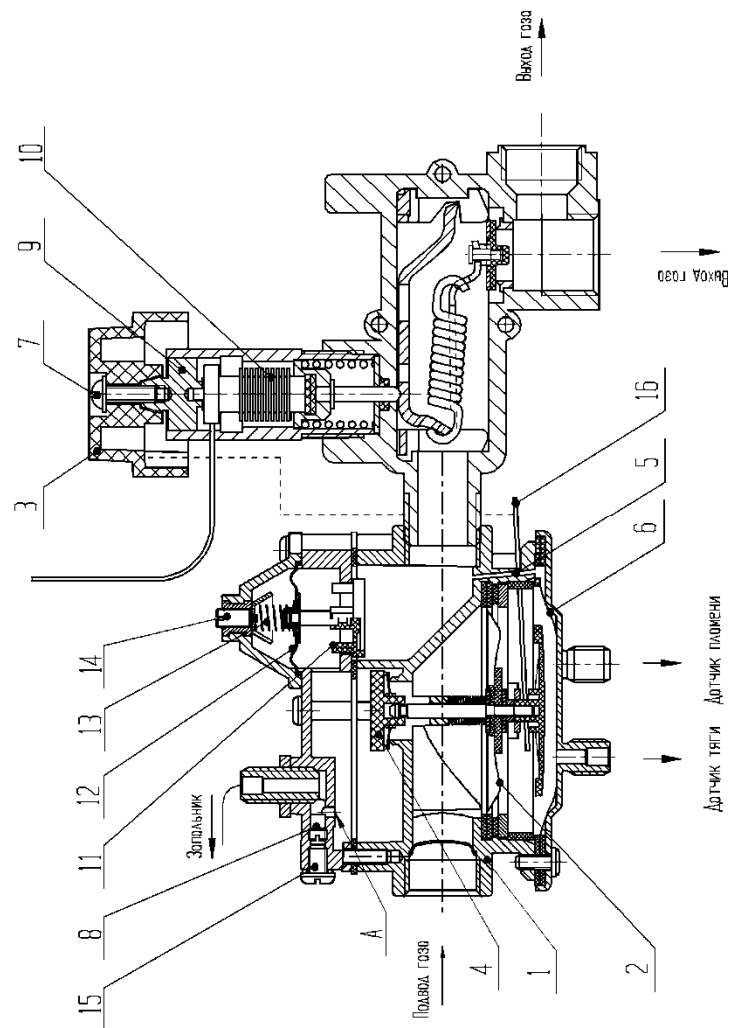

Рис.2 Схема Блока управления
Поддержание давления газа в коллекторе ГГУ на автоматике САБК – С – РД выполняется регулятором давления газа, встроенным в клапан – отсекающий (см. рис.2), состоящего из клапана 11, регулировочного винта 14, мембраны 12, и пружины 13. В данной модели автоматики предусмотрена регулировка мощности запальной горелки перекрытием отверстия «А» жиклером 8.
11.3.2 Порядок проведения настройки (см. рис. 2):
11.4.2 Порядок замены термодатчика (см. рис.2):
11.5 Настройку мощности запальной горелки выполнять вращением жиклера 8 (см. рис.2), предварительно выкрутив винт 15. После настройки установить винт 15, обеспечив герметичность.